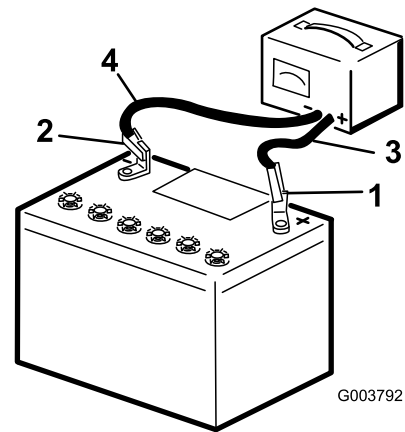

Figura 52
2. Cargue la batería durante 4 a 8 horas a un ritmo de 3 a 4 A (Figura 52). No sobrecargue la batería.
3. Cuando la batería esté completamente cargada, desconecte el cargador de la toma de electricidad, luego desconecte los cables del cargador de los bornes de la batería (Figura 52).